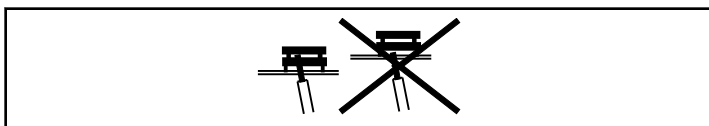

Figure 7
- Retirez la mémoire EPROM du support de circuit imprimé et remplacez-la par la nouvelle. Assurez-vous de placer le tournevis entre le composant et la prise. Reportez-vous à *Figure 7*